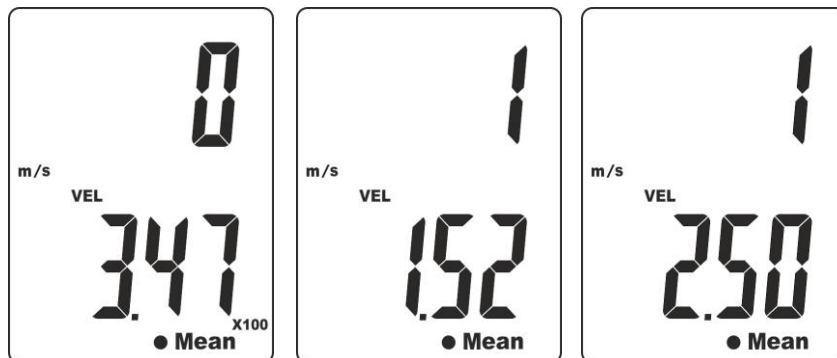

Fig. 8: Calcolo del valore medio della velocità per punti
6. Eseguire la prima misura di velocità dell'aria come descritto nel § 5.1 e premere il tasto **ENT**. Il valore del primo punto è presente sul display secondario (vedere Fig. 8 – parte sinistra)
7. Eseguire la seconda misura di velocità dell'aria come descritto nel § 5.1. Il valore del secondo punto è presente sul display secondario (vedere Fig. 8 – parte centrale)
8. Premere il tasto **ENT** per eseguire altre eventuali misure di velocità dell'aria con le stesse modalità e al termine premere il tasto **MEAN**. I simboli “•” e “Mean” lampeggiano a display e il valore della media aritmetica è mostrato sul display secondario (vedere Fig. 8 – parte destra)